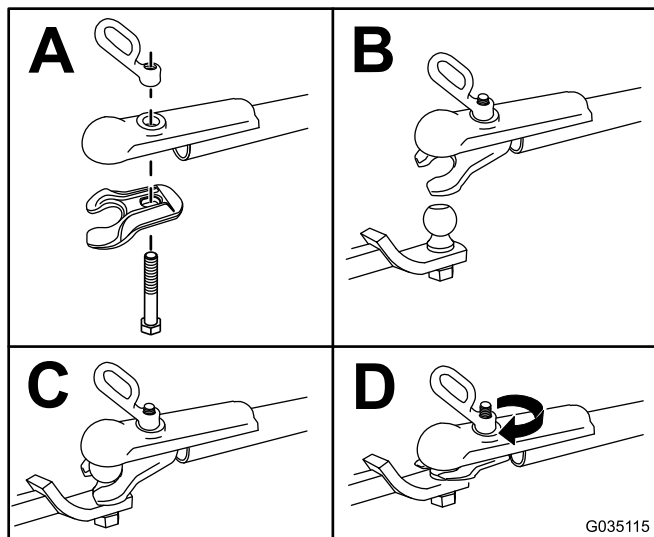

Figura 15
3. Instale el enganche en la máquina como se muestra en Figura 15.